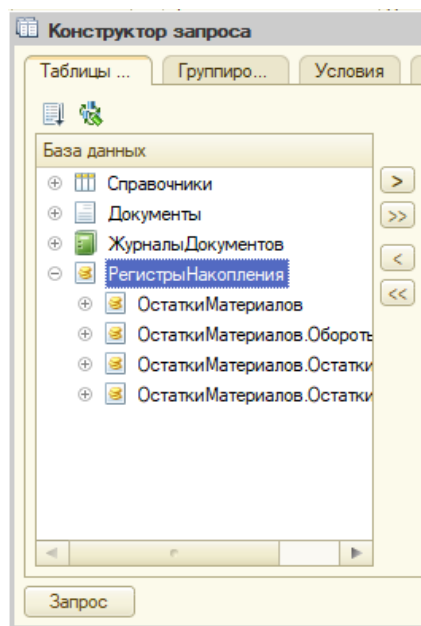

Рис. 2.2 Таблицы для создания запроса
3. Раскройте ветку РегистрыНакопления, здесь, что кроме таблицы регистра ОстаткиМатериалов, присутствуют еще несколько виртуальных таблиц, которые формирует система. (рис. 2.2).